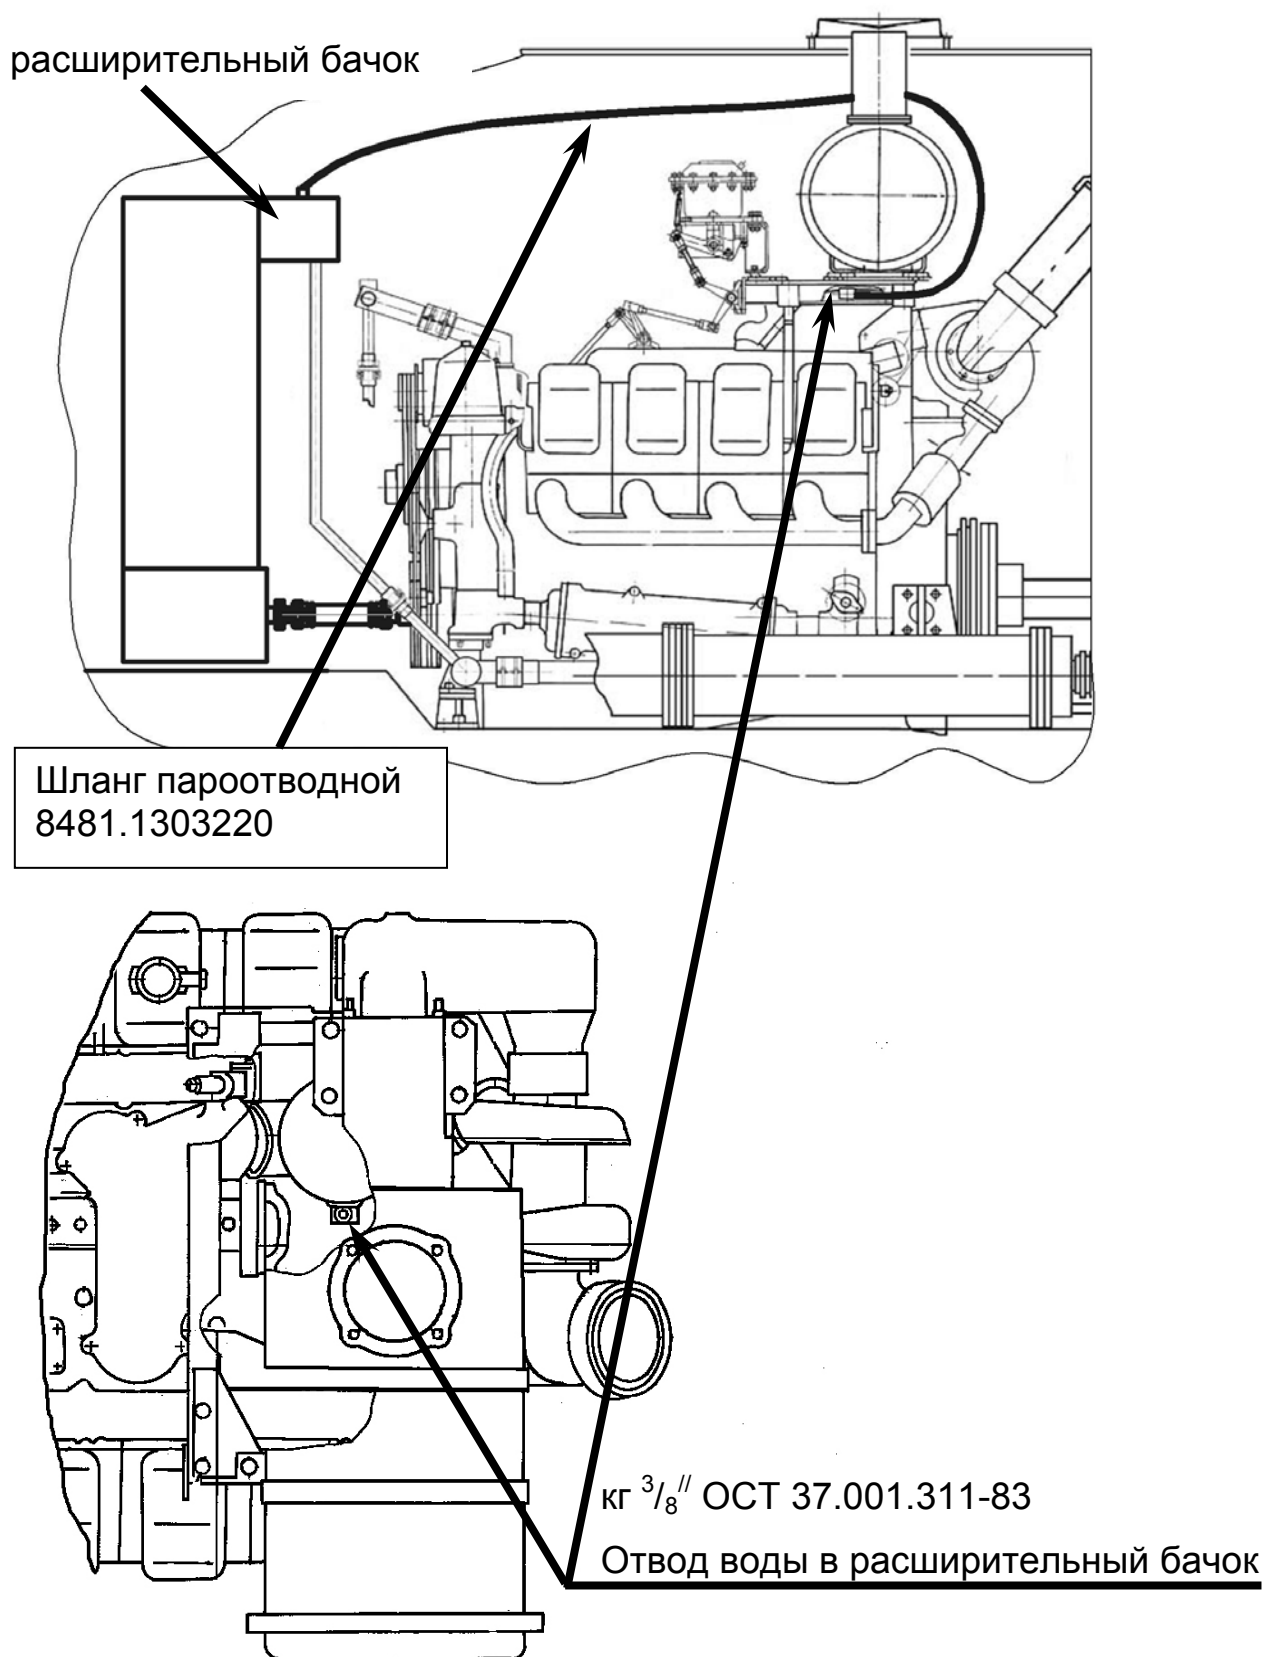

Рисунок 7 – Отвод воды от ОНВ в расширительный бачок
- 18) Производим обвязку водяной системы двигателя. Сварку и подгонку трубы производим по месту (см. Рисунок 7, 8, 9,10). Подсоединяем пароотводной шланг от радиатора к угольнику, который находится на охладителе наддувочного воздуха.